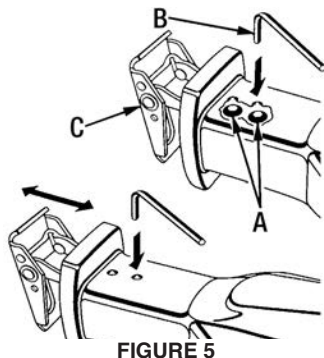

FIGURE 5
CHANGER LA POSITION DE LA SEMELLE AJUSTABLE (Fig.5)
2. Desserrez les deux boulons à tête cylindrique (A) Fig.5 à l'aide de la clé hexagonale (B).
3. Repositionnez la semelle (C) vers l'avant ou l'arrière.